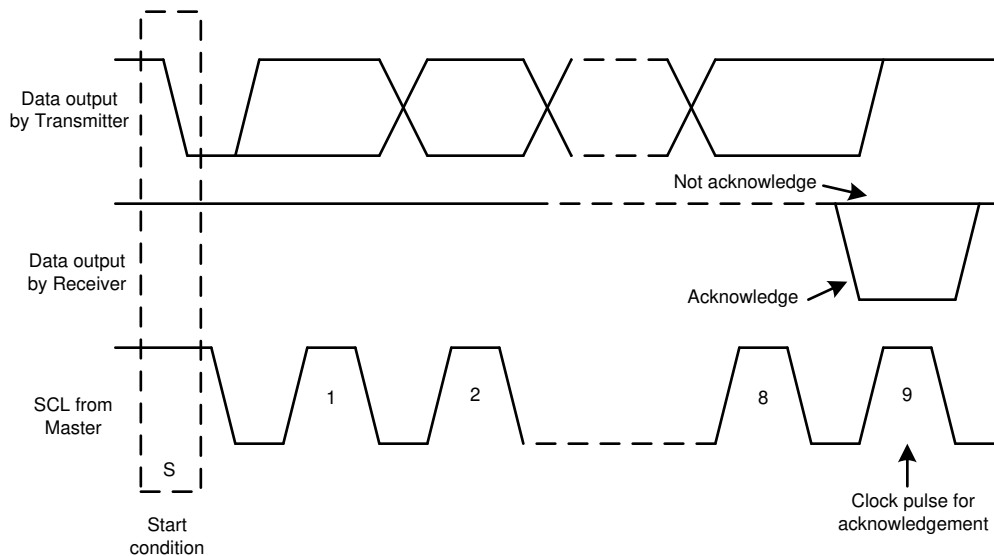

図 56. I2C™ バスの確認応答と否定応答
指定のタイミング信号を除いて、I2C™ インターフェイスではシリアル・バイトを扱います。各バイトの最後に、9 回目のクロック・サイクルで確認応答信号が生成および検出されます。確認応答は、9 回目のクロック・サイクルの High 期間中 SDA ラインを Low にすることで行われます。否定応答は、図 56 に示すように 9 回目のクロック・サイクルの High 期間中 SDA ラインを High のまま保持することで行われます。
2. 次に、マスタは SCL パルスを生成し、7 ビットのアドレスと読み取り / 書き込み方向ビット (R/W) を SDA ライン上で送信します。すべての送信中、データが有効であることをマスタは確認します。図 58 に示すように、データが有効であるためには、クロック・パルスの High 期間全体にわたって SDA ラインが安定している必要があります。すべてのデバイスは、マスタによって送信されたアドレスを認識して、デバイス内部の固定アドレスと比較します。図 56 に示すように、一致するアドレスを持つスレーブ・デバイスだけが、9 回目の SCL サイクルの High 期間全体の間 SDA ラインを Low にすることで、確認応答を生成します。この確認応答を検出することで、マスタはスレーブとの通信リンクが確立されたことを認識します。